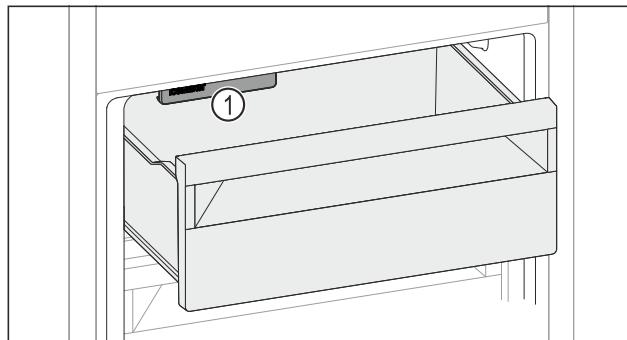

Fig. 140
- Учитывайте IceMaker Fig. 140 (1).